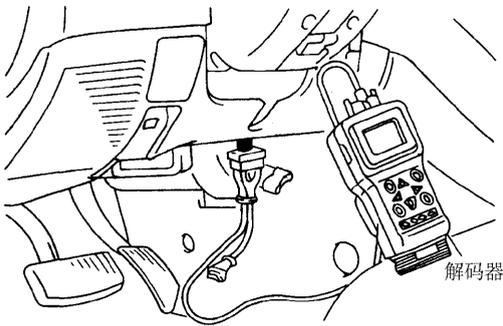

图 5-20 连接解码器 (Scan)
(1) 切断点火开关, 将解码器 (Scan) 连在数据连接插头 (DLC) 上, 如图 5-20 所示。
(2) 接通点火开关, 如果 ABS 系统已进入自诊断模式, 则 ABS 报警灯会点亮。故障码和诊断输出信号, 可由解码器 (Scan) 来显示, 读取并记录故障码。